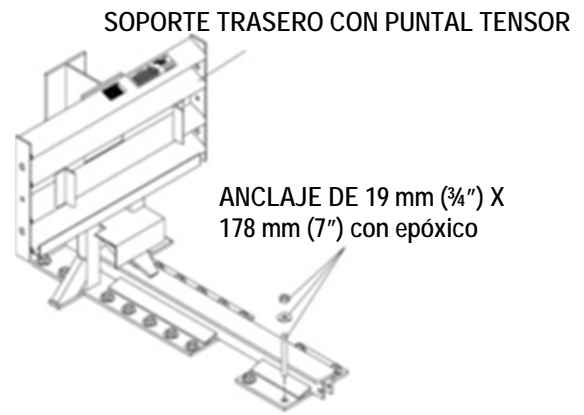

Figura 17
B) Ensamblaje del soporte trasero con puntal tensor (Figura 17)